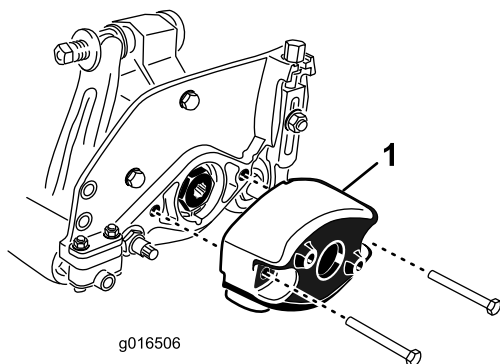

Bild 9
1. Nehmen Sie die zwei Schrauben ab, mit denen das Gegengewicht links hinten am Mähwerk befestigt ist. Nehmen Sie das Gegengewicht ab (Bild 9).